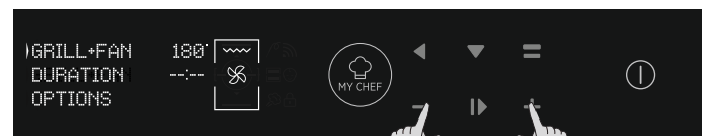

Figura 9
- Premere PIÙ o MENO per selezionare la temperatura desiderata nella funzione selezionata. Premere OK per proseguire o BACK per ritornare alle funzioni di cottura. (Figura 9)